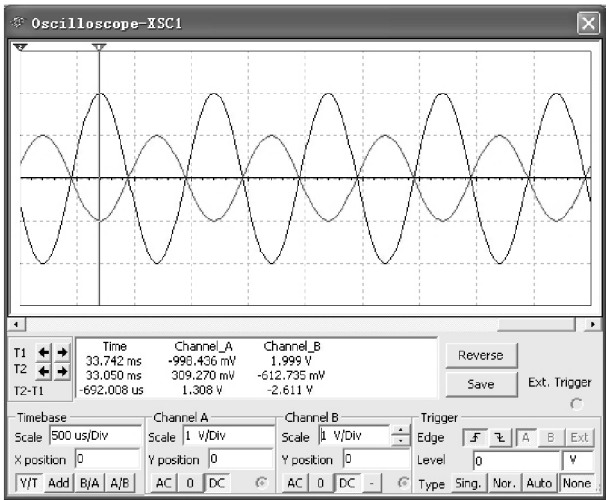

图 6-42 交流电压输入加法电路的输入和输出电压波形
(1) 单击图 6-41 中的仿真开关运行激活电路。双击示波器图标，显示屏上将出现交流电压输入和输出电压波形，如图 6-42 所示。